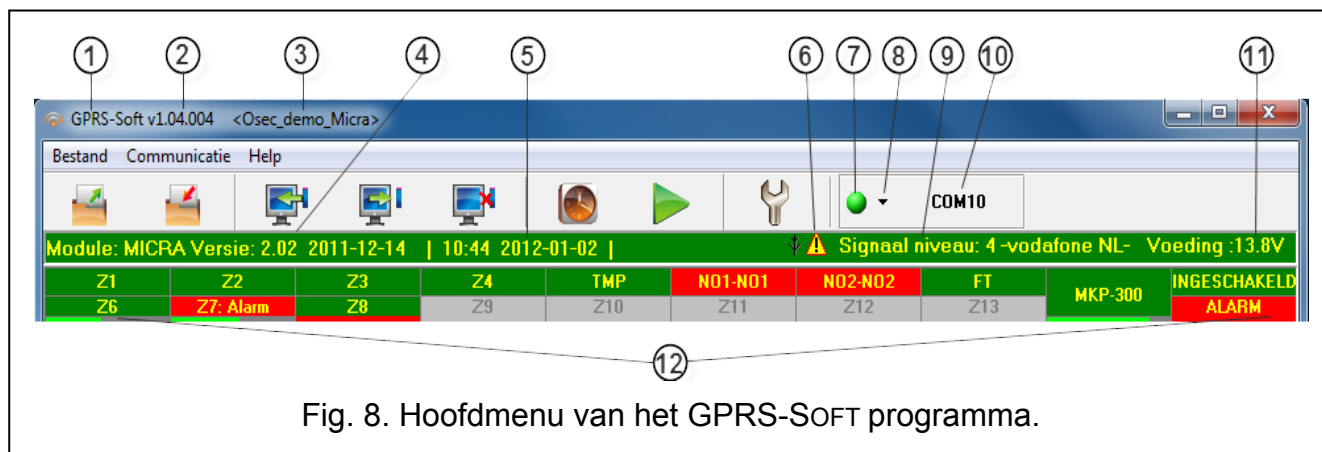

Fig. 8. Hoofdmenu van het GPRS-SOFT programma.
De seriële COM poort van de computer moet worden verbonden met de RS-232 (TTL) poort op de print van de module. De kabel voor het maken van deze verbinding is beschikbaar in een set, genaamd DB9FC/RJ-KPL. Bepaal in het GPRS-SOFT programma de COM poort van de computer welke gebruikt gaat worden voor communicatie met de module. Om dit te doen, klik op de "Configuratie" knop (zie: Fig. 8 en verklaringen voor het figuur) en in het scherm dat zal openen, selecteer één van de beschikbare computer COM poorten. Na activering van de geselecteerde COM poort zal het programma verbinding met de module.
2. Klik op de "Configuratie" knop (zie: Fig.8 en verklaringen voor het figuur) en in het scherm dat zal openen, voer het nummer van de geselecteerde TCP poort in voor communicatie met de module. Het nummer dient bijgevoegd te worden in het SMS bericht welke naar het GSM telefoonnummer van de module om de communicatie te initialiseren.
3. Klik op de  knop (zie Fig. 8). In het menu dat zal openen selecteer: "TCP/IP" om de server te activeren.